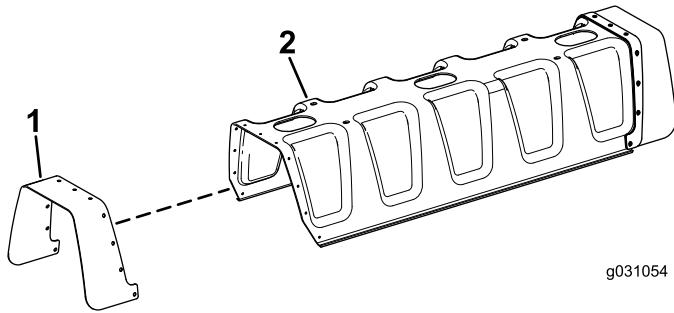

Bild 2
1. Flüchten Sie die Löcher in der Gummiabdeckung mit den Löchern in der mittleren Auslegerabdeckung aus (Bild 2).